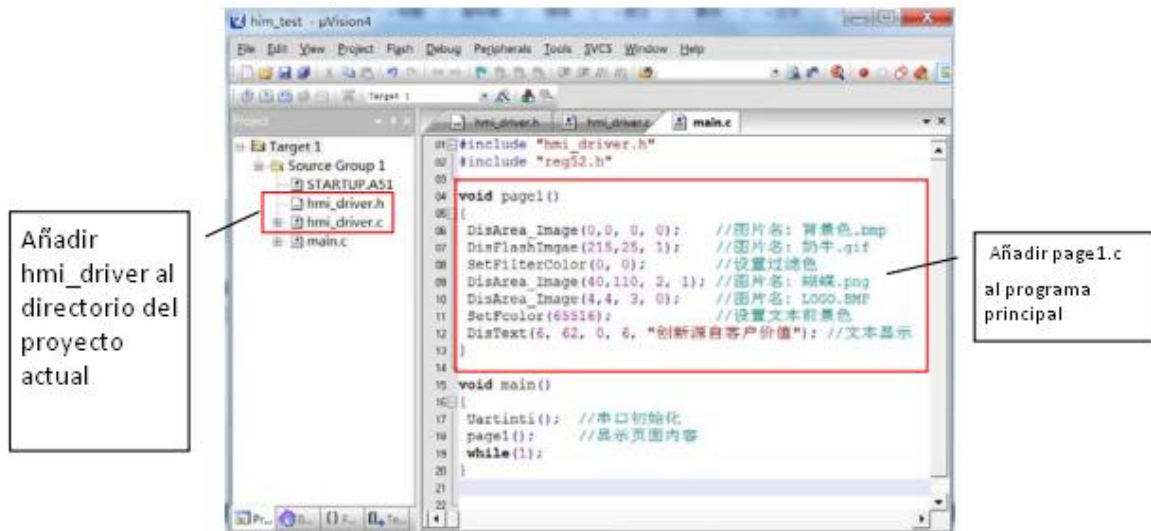

Figura 7.5- Agrega controladores al proyecto
5. Añada las bibliotecas de controladores hmi_driver.c, hmi_driver.h y archivo de página page1.c al proyecto de aplicación, como se muestra en la Figura 7.5, a continuación, hacer modificaciones de acuerdo a las necesidades reales.